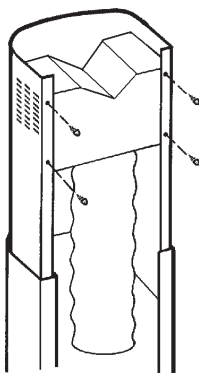

fig.11
2. Positionnez et fixez le déflecteur à l'aide des 4 vis sur la cheminée supérieure (fig.11).
4. Raccordez un tuyau souple en matière autoextinguible de Ø 125 mm au déflecteur (fig. 11).